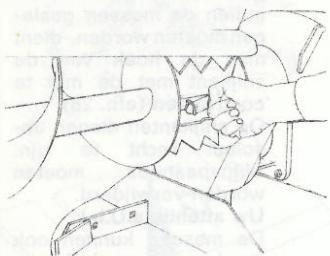

Abb. 33
6. Bei notwendigen Montagearbeiten können die Schnecken abgenommen werden. Abb. 33.
6. Augers can be removed if any repair or maintenance work has to be carried out on the implement (Fig. 33)
6. Pour faciliter les travaux de montage indispensables, on pourra retirer les vis, fig. 33.
6. Per necessità di montaggio si possono smontare le ruote a vite senza fine (fig. 33).
6. Indien er montagewerkzaamheden nodig zouden zijn, kunt U de schoepenwalsen, verwijderen, zie afb. 33.